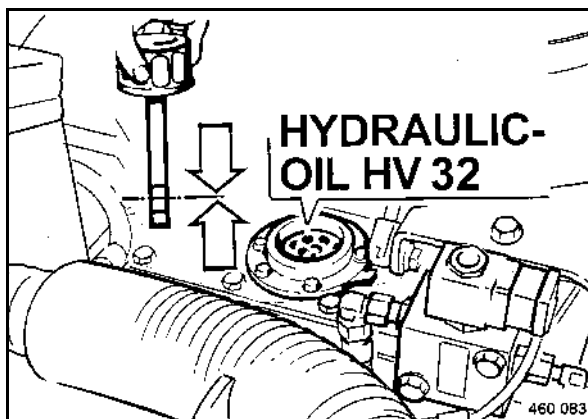

fig. 129
- Remplir l'huile hydraulique neuve (fig. 129) à travers le filtre-tamis.